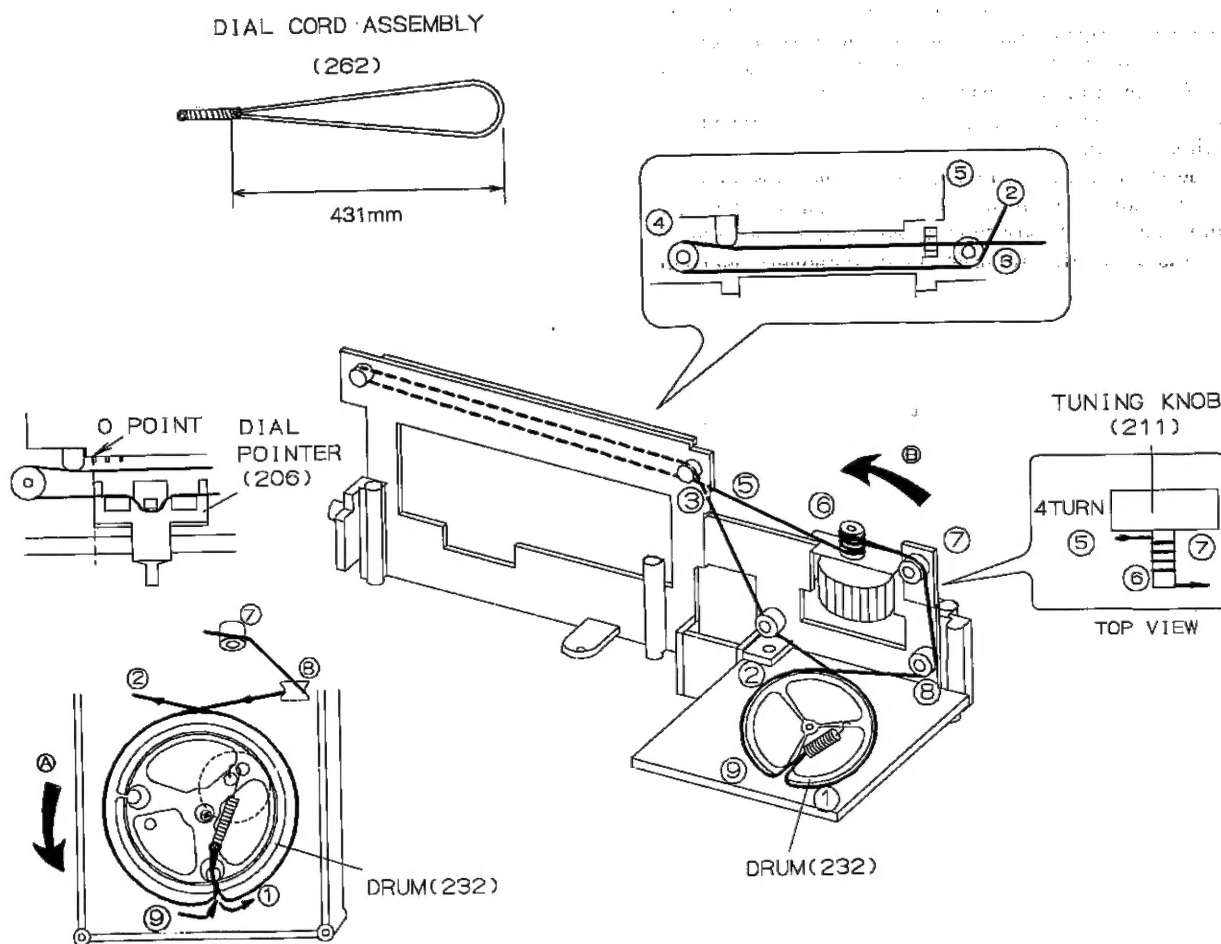

Figure 11-1
⑤ STRINGING OF DIAL CORD
1. Turn the drum fully in the direction ④ shown in Fig. 11-1 and stretch its cord over the parts in the numerical order.
2. Then turn the tuning control shaft fully in the direction ⑤ shown in Fig. 11-1 and fix its pointer as shown in Fig. 11-1.
④ SPANNEN DER SKALENSCHNUR
1. Die Trommel gemäß Abb. 11-1 bis zum Anschlag in Richtung ④ drehen, dann die Schnur in der numerischen Reihenfolge über die einzelnen Teile spannen.
2. Die Abstimmstellerachse gemäß Abb. 11-1 bis zum Anschlag in Richtung ⑤ drehen, dann den Zeiger gemäß Abb. 11-1 befestigen.
⑤ PASSAGE DU CORDON DU CADRAN
1. Tourner le tambour entièrement dans le sens ④ montré sur la Fig. 11-1 et passer le cordon sur les organes indiqués et dans l'ordre numérique.
2. Tourner l'arbre de commande d'accord entièrement dans le sens ⑤ montré sur la Fig. 11-1 et fixer son index comme le montre la Fig. 11-1.